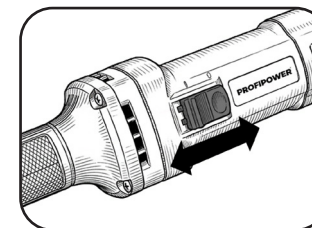

Рисунок 2.2.3.
1. Для запуска инструмента нажмите на выключатель и сдвиньте его вперёд, в позицию «I». Если требуется непрерывный режим работы, переместите переключатель вперёд и надавите на его переднюю часть до характерного щелчка (Рисунок 2.2.3.) — после этого выключатель зафиксируется, обеспечивая постоянную работу.